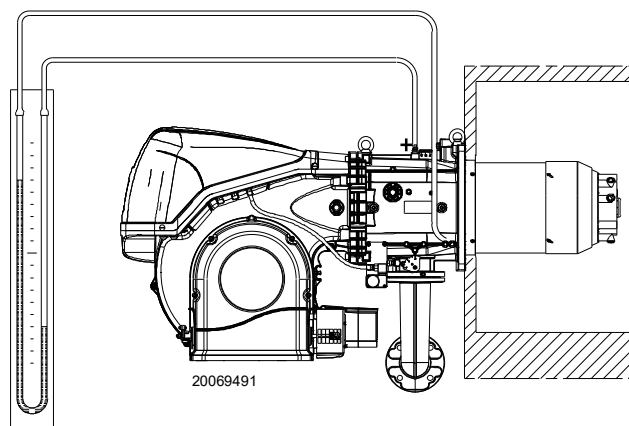

Fig. 29
- Montați un manometru de tip U sau diferențial (Fig. 29), cu priza (+) pe manșonul de presiune a gazului și (-) în camera de ardere. Acesta este utilizat pentru a obține puterea MAX aproximativă a arzătorului prin intermediul .